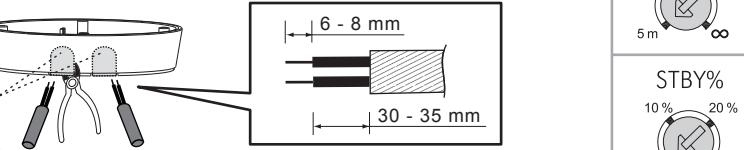

FIG. 12
- 3.4.3.2 För att mata växelströmkablar genom sidan av kopplingsdosan, använd en tång för att trycka ut de förstansade kabelgenomgångarna på sidan av kopplingsdosan och mata kablarna genom dem. Stripa 6 - 8 mm av kabelmanteln (se fig. 12).